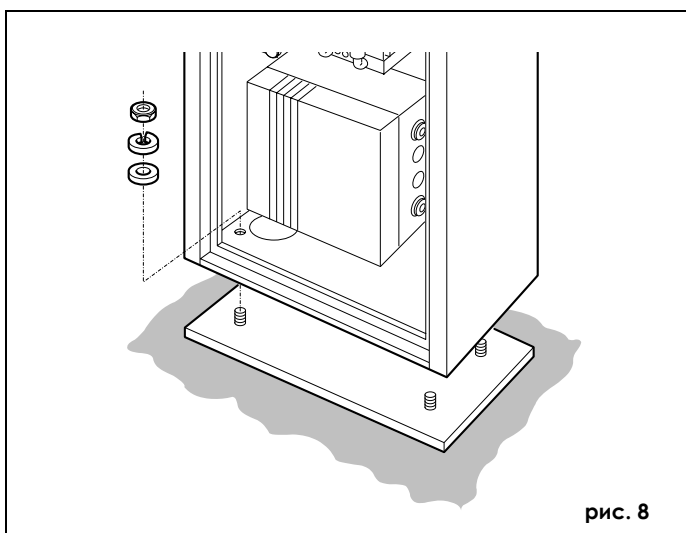

рис. 8
- 1) Закрепите стойку шлагбаума на фундаментной плите с помощью четырех прилагаемых гаек, как показано на рис. 8. Как правило, крышка шлагбаума должна быть направлена к зданию, т.е. стрела располагается со стороны въезда.